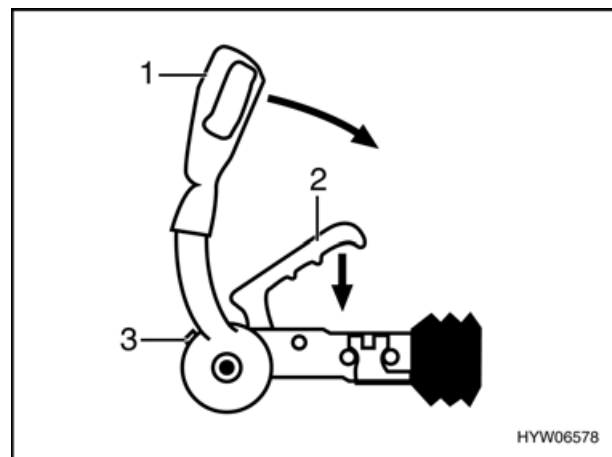

Bild 4 Anhängerkupplung AKS 2004
- Stabilisierungshebel (Bild 4,1) bis zum Anschlag nach oben ziehen.
- Geöffnete Anhängerkupplung am Kupplungsgriff (Bild 4,2) halten und auf Anhängerkugel aufsetzen.
- Sichtkontrolle durchführen: Der grüne Zylinder der Sicherheitsanzeige (Bild 4,3) muss sichtbar sein.
- Die Stabilisierungseinrichtung aktivieren. Dazu den Stabilisierungshebel (Bild 4,1) bis zum Anschlag nach unten drücken.